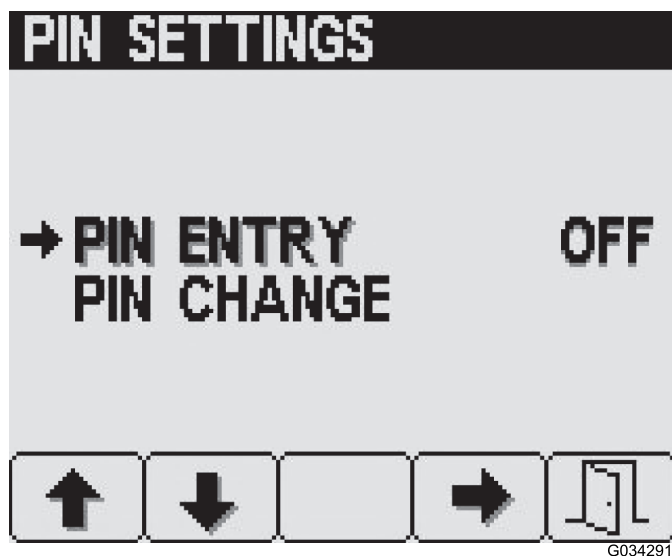

图16
3. 从 PIN Settings（PIN 设置）屏幕，按 4 号按钮选择 PIN Entry（PIN 输入），打开或关闭 PIN（图16）。